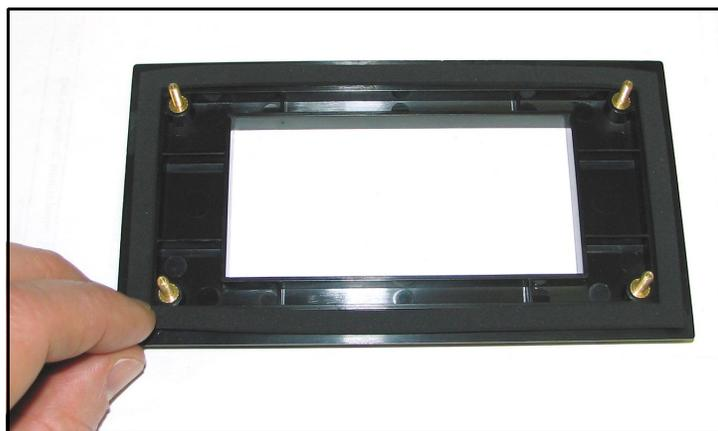

Figura 16: Instalación de la junta de la placa adaptadora
1. Monte la junta más grande alrededor de la placa adaptadora (vea la Figura 16).